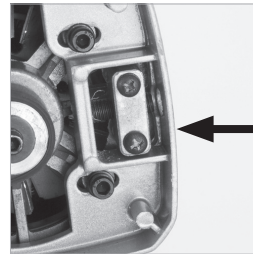

Abb. 48
- Die Spannschraube (Abb. 48) ist durch ein Loch in der Rückseite des Getriebegehäuses aus Aluminium zugänglich.